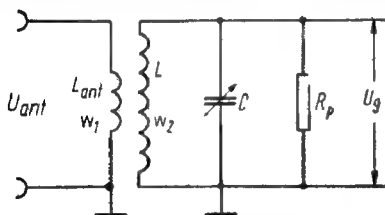

Bild 60
**Induktive Antennenankopplung (Bild 60)**